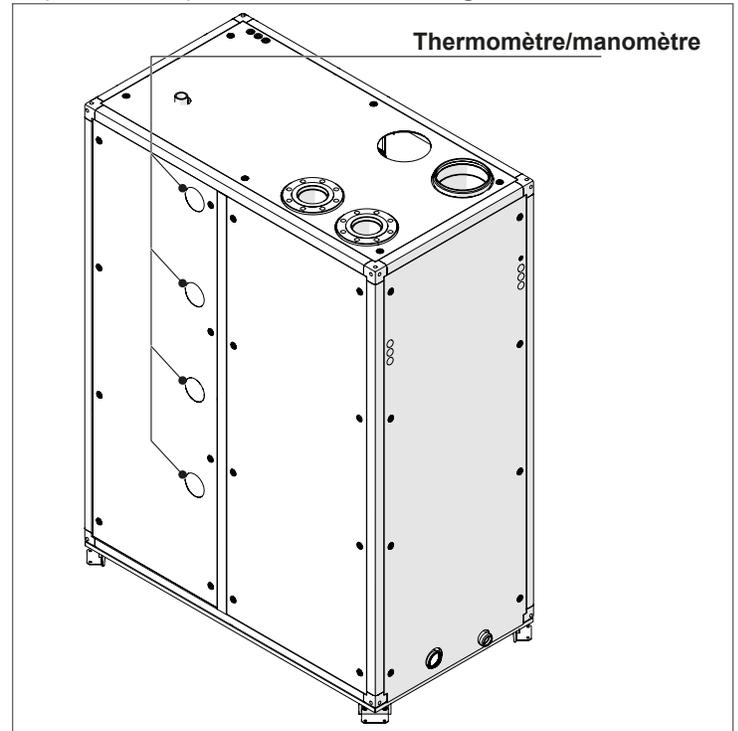

Fig. 58 Emplacement du thermomètre/manomètre
- Ouvrez la vanne de remplissage et procédez au remplissage du système de chauffage et de la chaudière jusqu'à ce que le manomètre (illustrée dans la Fig. 58) affiche la pression qui correspond à la taille du système de chauffage. La pression d'eau du système de chauffage doit être supérieure à 7,5 psi.
Si la pression à l'intérieur du circuit de chauffage tombe sous la pression minimale du système (7,5 psi), l'appareil se met à l'arrêt et l'afficheur intérieur 905PB affiche « *Low water pressure* » (pression d'eau faible) pour indiquer qu'il est nécessaire de corriger la pression. Ouvrez le robinet de remplissage et vérifiez la pression sur le thermomètre/manomètre illustré à la Fig. 58.